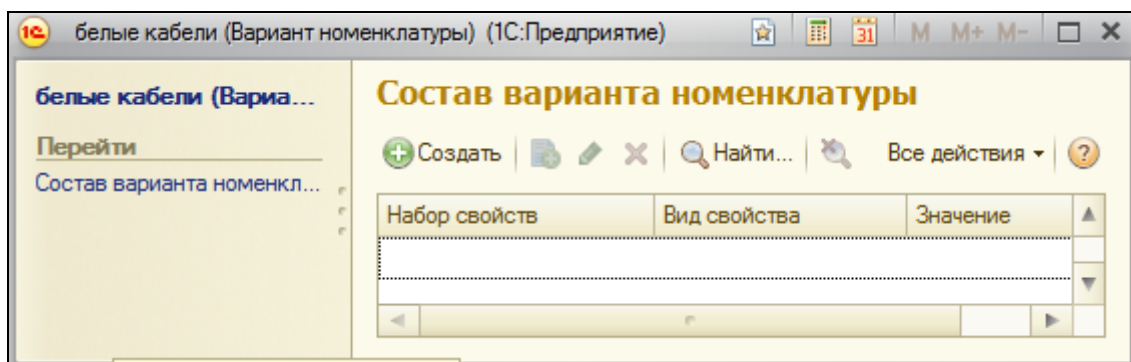

Рисунок 6.19 Форма списка регистра «Состав вариантов номенклатуры»
21. Нажать ОК. Открывается форма списка регистра **Состав вариантов номенклатуры** (рис.6.19)